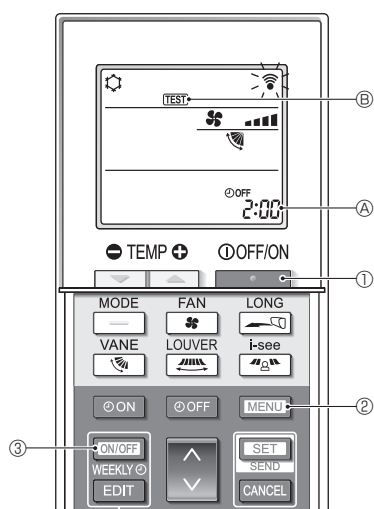

Fig. 7-5
■ Тестовий прогін (Fig. 7-5)
- Натисніть кнопку [УВІМК./ВИМК.] ① для зупинки кондиціонера.
- Якщо ввімкнено тижневий таймер (увімкнено режим WEEKLY), натисніть кнопку [ON/OFF WEEKLY] ③, щоб його вимкнути (режим WEEKLY вимкнено).
- Натисніть і тримайте кнопку [MENU] ② протягом 5 секунд.
- Натисніть кнопку [MENU] ②.